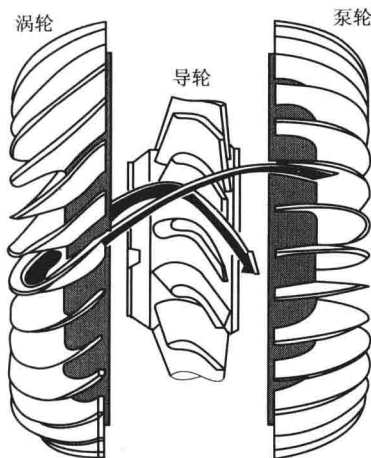

图 1-5 液力变矩器的工作原理
① 当发动机运转而汽车还未起步时, 涡轮转速为零。变速器油在泵轮叶片带动下, 以一定的速度冲向涡轮叶片, 对涡轮有一作用力, 产生绕涡轮轴的转矩, 此即液力变矩器的输出转矩。此时涡轮静止不动, 液流则沿着叶片流出涡轮并冲向导轮, 该液流也对导轮产生作用力矩。此时涡轮的转矩等于泵轮转矩与导轮转矩之和。显然涡轮转矩大于泵轮转矩, 即液力变矩器起到增大转矩的作用, 如图 1-5 所示。